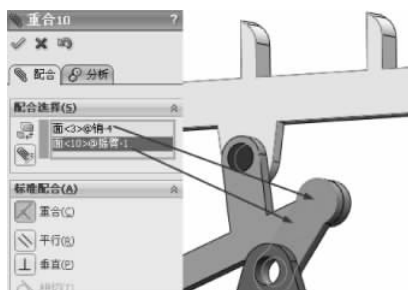

图 3-233 重合配合
(22) 继续进行配合约束, 选择【标准配合】选项组下的【重合】配合类型 , 在【要配合的实体】选择框  中选择如图 3-233 所示的面, 其他保持默认, 单击【确定】按钮 , 完成重合配合。